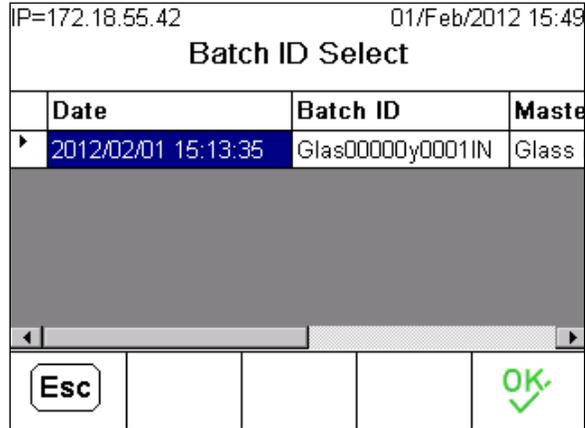

Figura 12-33: Pantalla de selección de identificación de lote
- La Figura 12-33 muestra la lista de identificaciones de lote. En este caso, solo había un lote en el archivo de historial, el cual es el lote que se abortó cuando el material cal fue alimentado fuera de tolerancia. Seleccione esta identificación de lote y presione la tecla programable OK  para confirmar la selección.